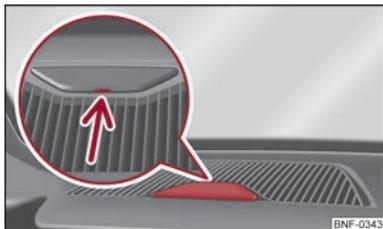

Fig. 69 Coperchio del vano per l'alloggiamento del navigatore.
- Inserire un cacciavite a intaglio nella cavità indicata con la freccia ⇒ fig. 69 e ribaltare con cautela il coperchio verso l'alto.